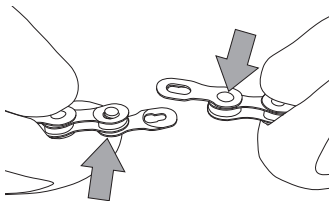

Abb.7
- Setzen Sie jeden Stift des C-Link™ in die beiden freien Bohrungen der Innenglieder der Kette ein (**Abb. 7**).